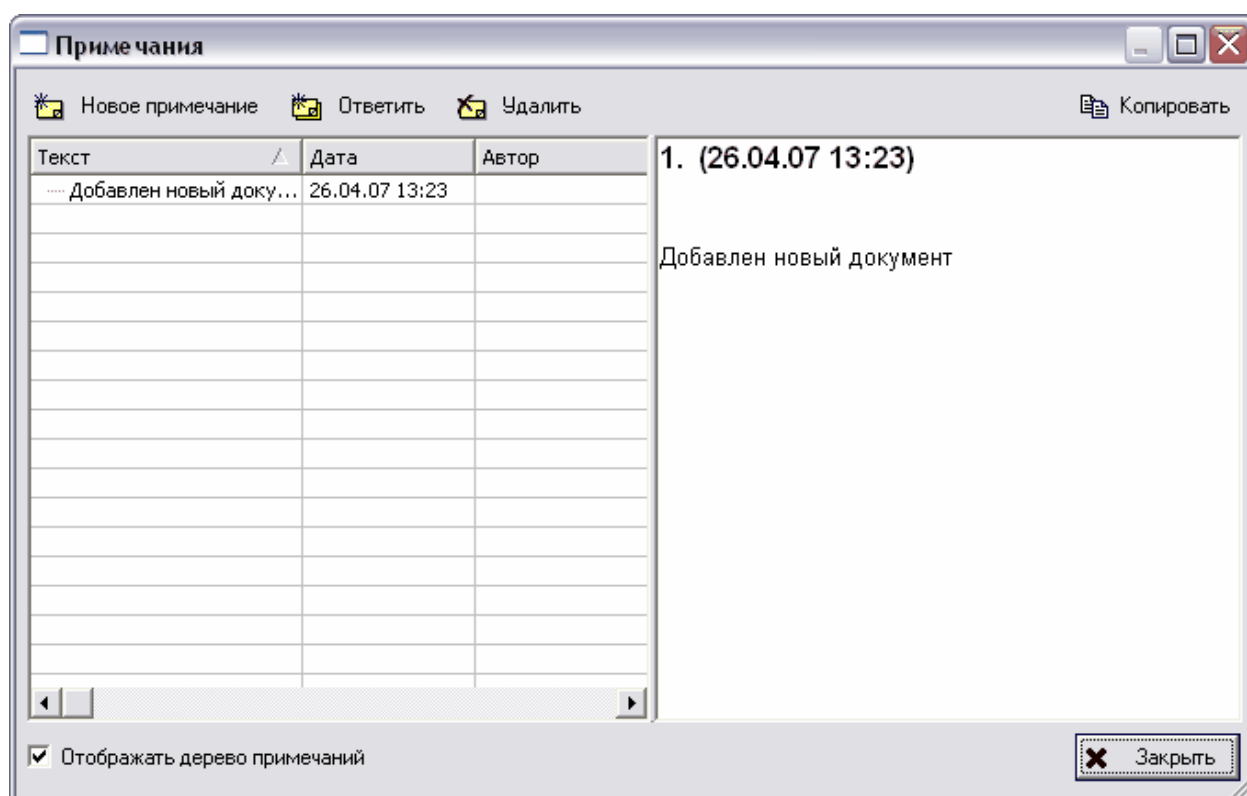

Рис. 233
2. После этого появится окно **Примечания** (Рис. 233).